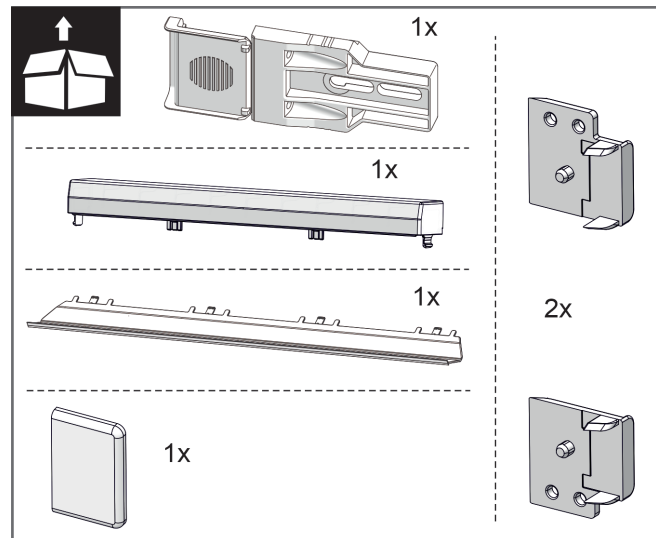
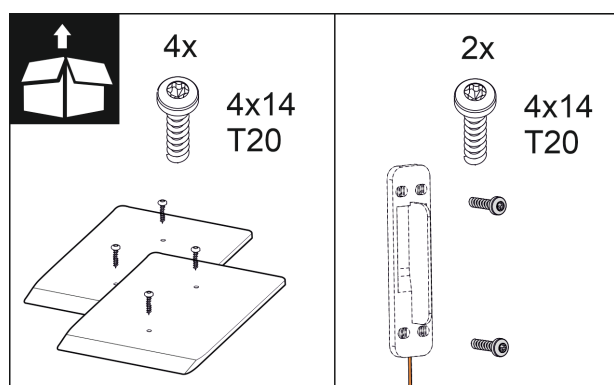

Fig. 11
Fig. 17
2. Controllo degli elementi di montaggio nella confezione. Da *Fig. 11 ()* a *Fig. 17 ()*
Elementi di montaggio nella confezione da Fig. 11 () a Fig. 17 ()